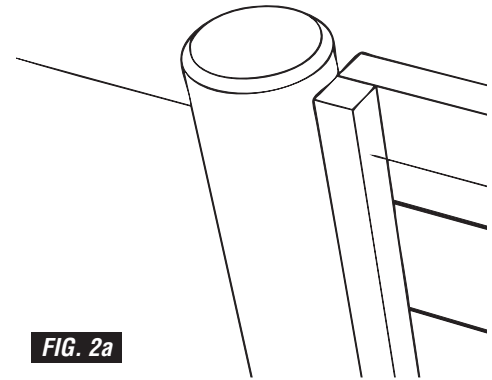

FIG. 2a
**C) ENSURE THE 43X43 TIMBER SUPPORT IS POSITIONED IN THE CENTRE OF THE ROUND TIMBER IT IS ATTACHING TO (FIG. 2a / 2b / 2c)**